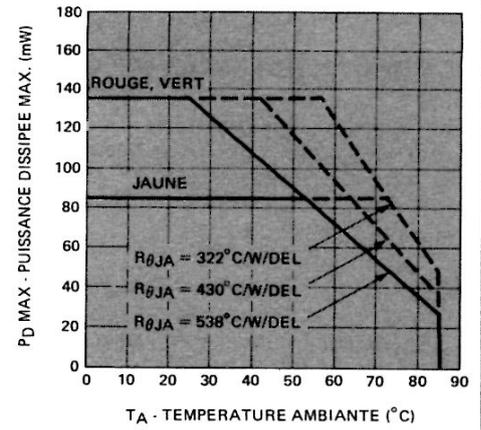

FIGURE 2 – Dissipation max. admissible par DEL en fonction de la température ambiante, $T_J \text{ MAX} = 100^\circ\text{C}$
- Séries HLMP-2300, -2500 : au-dessus de $T_A = 25^\circ\text{C}$, la dissipation diminue linéairement de 1,8 mW/°C par DEL (voir figure 2)
Série HLMP-2400 : au-dessus de $T_A = 50^\circ\text{C}$, la dissipation diminue linéairement de 1,8 mW/°C par DEL (voir figure 2)